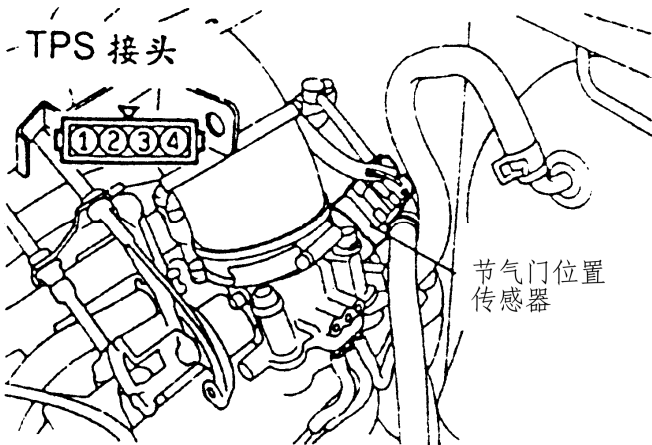

图 3-52 检查节气门位置传感器
(1) 拆开 TPS 接头。
(2) 如图 3-52 所示，测量 TPS 接头侧 1 号端子与 4 号端子之间的电阻值。该电阻值的标准值为  $3.5\sim 6.5\text{ k}\Omega$ 。